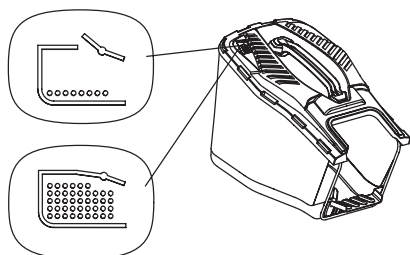

Рис. 11 Положение индикатора травосборника
7. На травосборнике газонокосилки установлен индикатор заполнения. Пока травосборник не заполнен, индикатор при работе газонокосилки будет находиться в вертикальном положении. При заполненном травосборнике индикатор будет находиться в горизонтальном положении (Рис. 11).